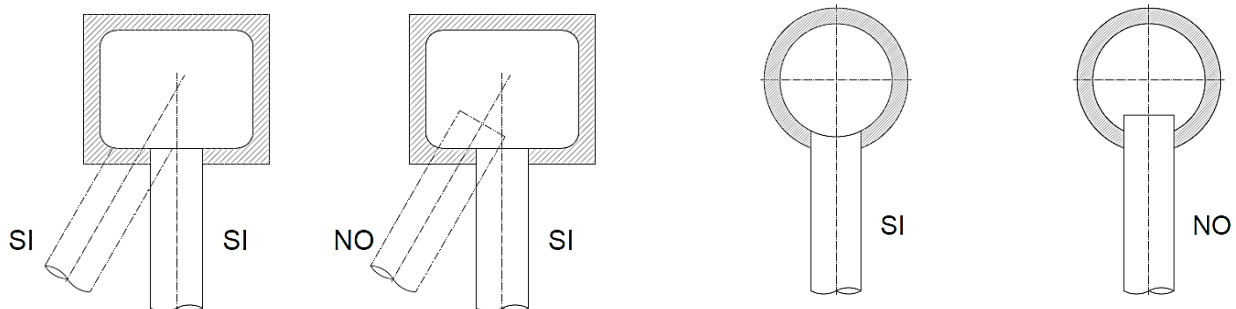

Fig. 6
- essere fissati all'imbocco del camino senza sporgere all'interno; inoltre l'asse del tratto terminale di imbocco e l'asse del camino devono intersecarsi (fig.6);